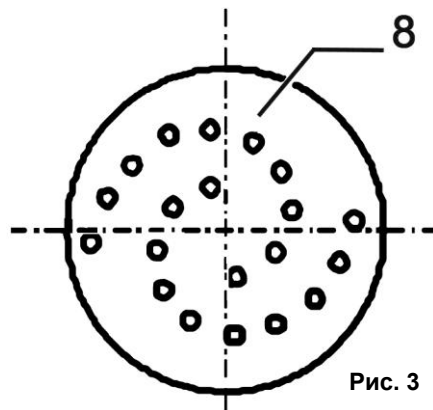

Рис. 3
- Установите на вал электродвигателя диск-терку (измельчительный барабан для корнеплодов) (8) (См. Рис.3).